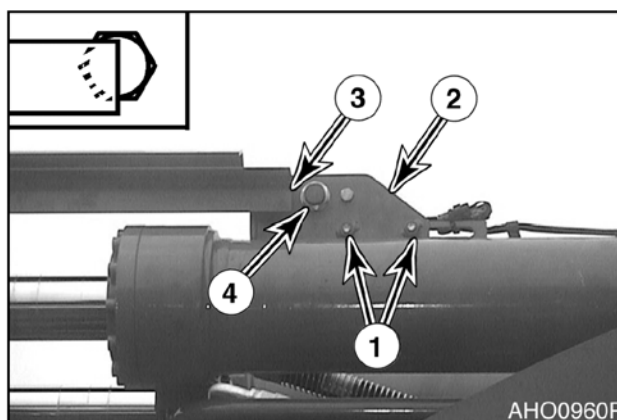

Рис. 34
3. Ослабить болты (1, рис. 34) и скобы (2).
4. Расположить скобу (2 рис. 34) так, чтобы конец коромысла (3) находился вровень с центром магнитного переключателя (4).
5. Затянуть болты (4, рис. 34).
6. Запустить двигатель. Поднять стрелу, разгрузить ковш, затем расположить рычаг ковша в положение фиксации загрузки. Опустить стрелу и убедиться, что ковш остановился в требуемом положении. Возможно, потребуется небольшая регулировка скобы (2, рис. 34).